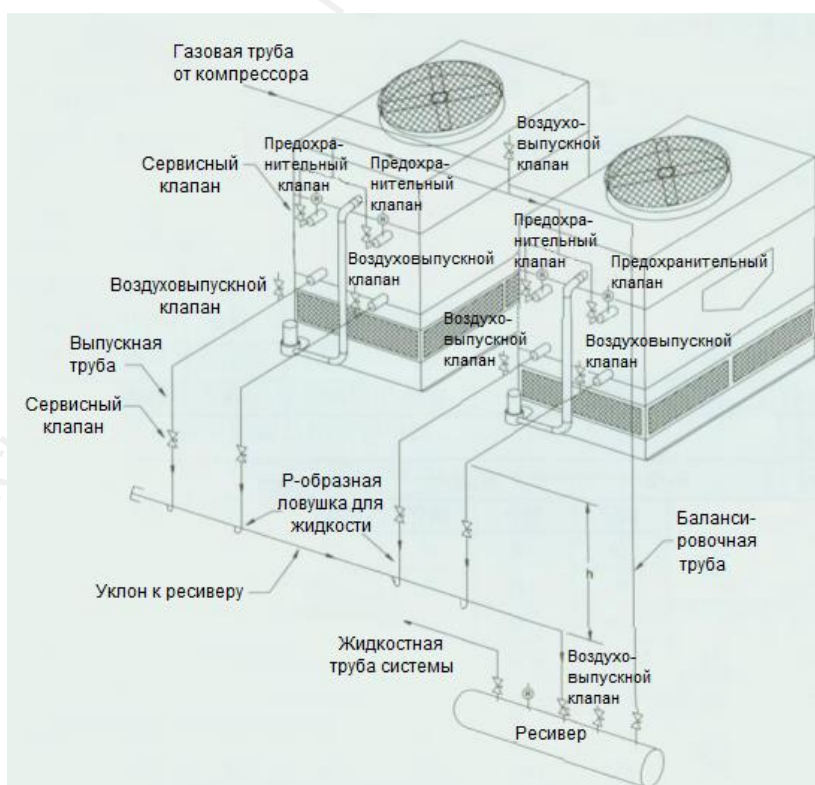

Рис. 6.
- ◆ Если компрессор соединен с несколькими выносными конденсаторами или система холодоснабжения состоит из 2 холодильных контуров и более, подключенных к одному выносному конденсатору параллельно, то выпускные жидкостные трубы выносных конденсаторов объединяются в одну магистральную трубу, которая подсоединяется к ресиверу. В таком случае перепад высот магистральной трубы и выпускных жидкостных труб выносных конденсаторов должен преодолевать перепад давления в змеевике конденсаторов (у производителя выносного конденсатора необходимо уточнить конкретное значение перепада давления в змеевике). Скорость потока хладагента в магистральной трубе не должна превышать 0,76 м/с. Каждый патрубок жидкостных труб должен быть подсоединен к магистральной трубе снизу, и в нем должна быть предусмотрена ловушка для жидкости в форме буквы «P». Кроме того, в верхней части ресивера должна быть предусмотрена балансировочная труба для соединения с воздухозаборной трубой выносного конденсатора. Патрубок балансировочной трубы должен быть зарезервирован для воздухопускной трубы (требуется труба номинальным диаметром не менее DN20). Схема подключения труб представлена на рис. 6.